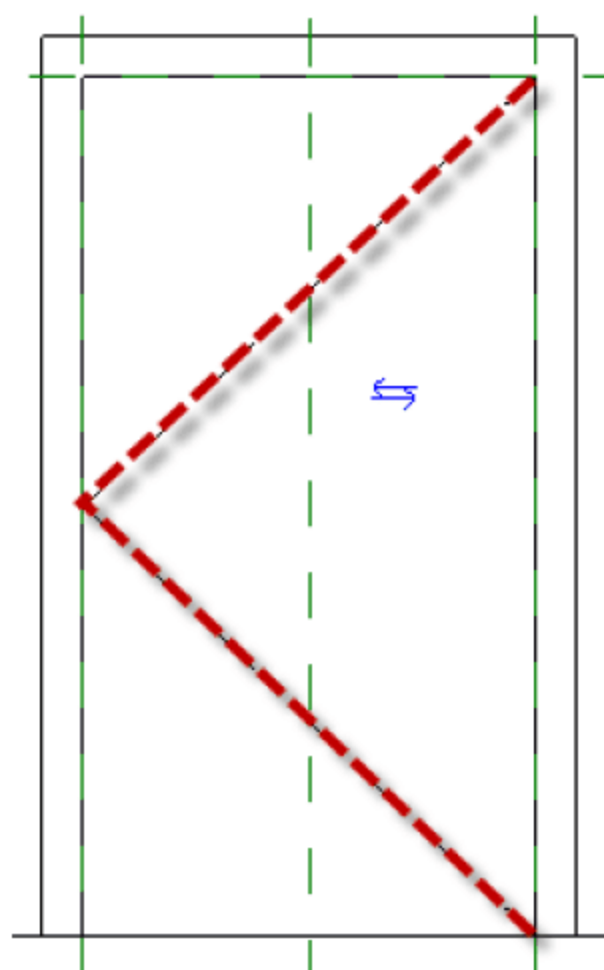
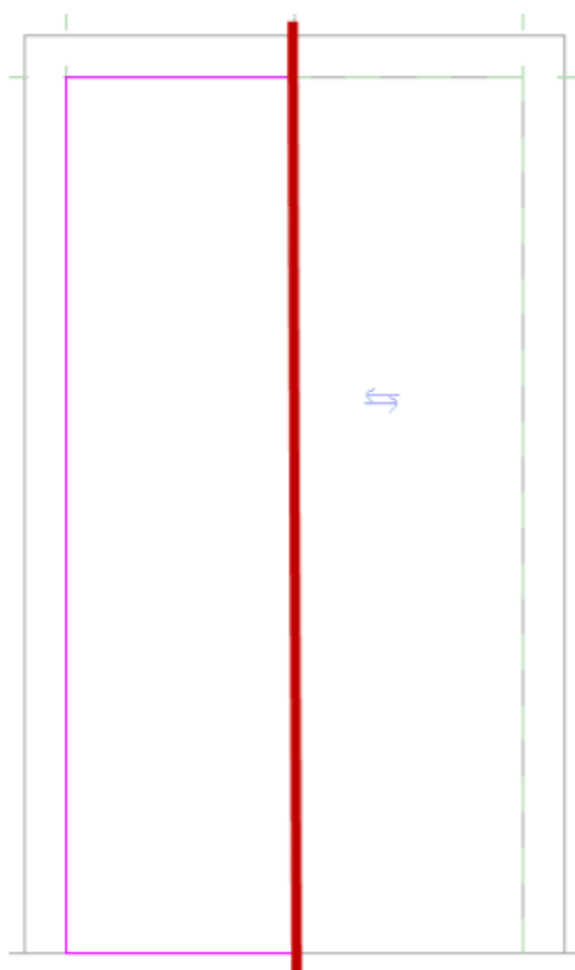

图 8.4.6 门打开方向线
图 8.4.7 创建电梯门
(6) 创建电梯门。切换至“外部”立面视图，首先删除门打开方向线，如图 8.4.6 所示。然后选择“创建”→“拉伸”→“矩形线链”命令，画出如图 8.4.7 所示的矩形框，接着单击矩形框的右侧线，按快捷键 M+V，把右侧线向左平移 2mm，选中整个矩形，按两下快捷键 M，以红色线为中轴线画出另一侧的电梯门，如图 8.4.7 所示。